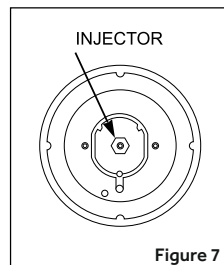

Figure 7
• Umieścić klucz sześciokątny (7 mm) we wsporniku palnika (rysunek 7\*)